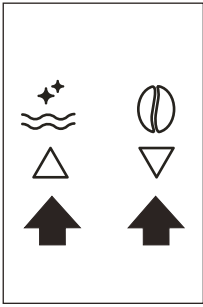

Fig. 9
- Pour régler la langue, utilisez les icônes Δ ∇ (B7 et B8) pour choisir la langue requise (Fig. 9). Quand le message « PRESS OK TO CHOOSE ENGLISH » (APPUYER SUR OK POUR CHOISIR L'ANGLAIS) s'affiche, appuyez sur l'icône $\times$ (B9) (Fig. 10) pendant 3 secondes jusqu'à ce que le message « ENGLISH INSTALLED » (ANGLAIS INSTALLÉ) s'affiche. Si vous réglez la mauvaise langue, suivre les instructions de la section « Réglage de la langue ». Les instructions concernent la version en anglais. Puis suivre les instructions qui s'affichent.